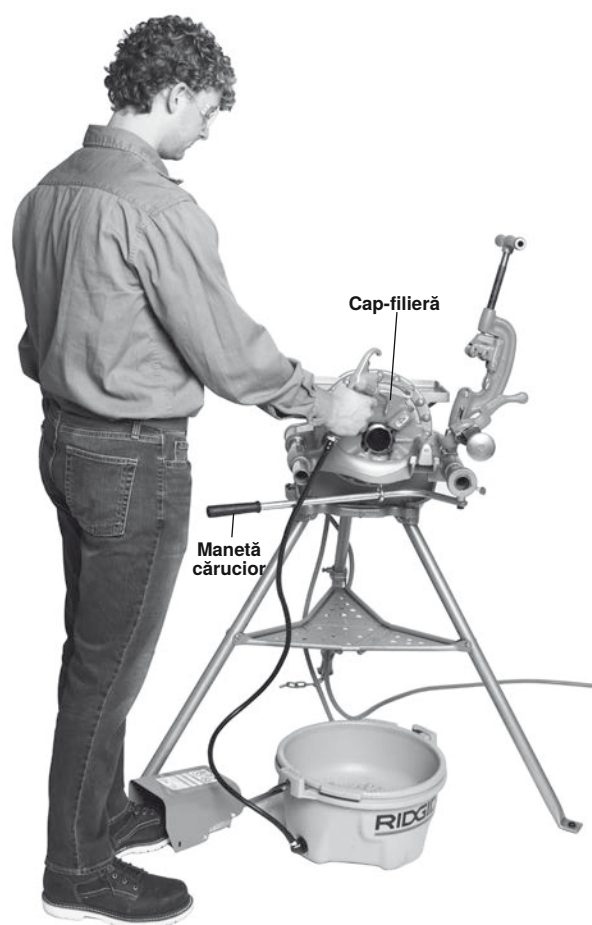

Figura 23 - Filetare țeavă cu capete-filieră/Poziția corectă de operare
6. Deplasați maneta căruciorului pentru a aduce capul-filieră la capătul țevii (Figura 23). Aplicați o forță ușoară pe maneta căruciorului, pentru a porni capul-filieră pe țeavă. Odată ce capul-filieră a început filetarea, nu mai este necesară nici o forță pe maneta căruciorului.